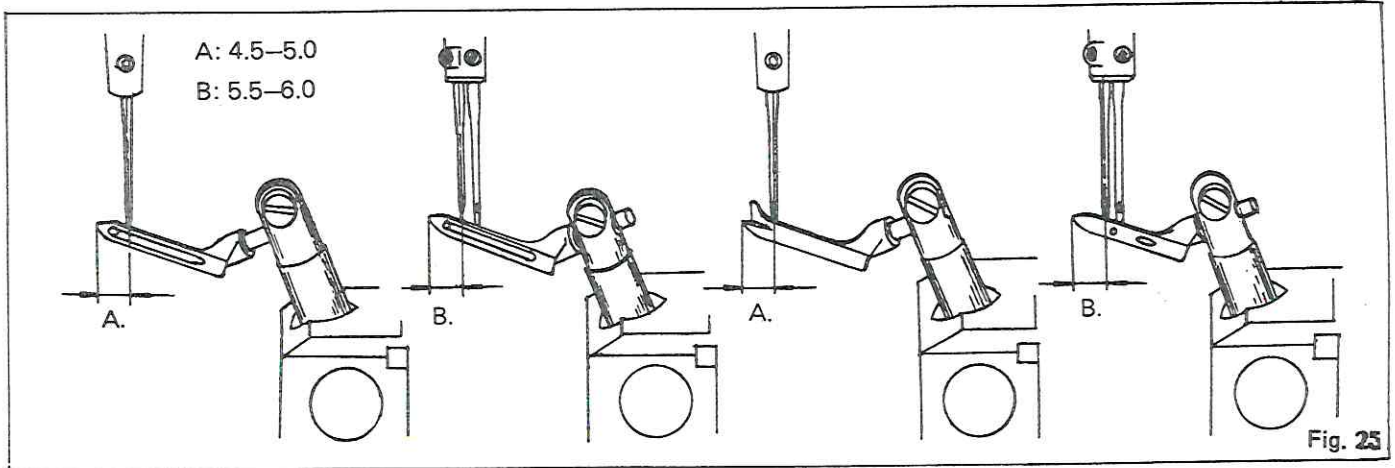

Fig. 25
- Dévisser légèrement la vis ① du levier du mouvement de l'aiguille.
- Tourner le volant et s'assurer si la ou les aiguilles entrent au centre de chaque trou de la plaque-aiguille. Dans la négative, desserrer les vis ② et régler le porte-aiguille.
- Serrer la vis ① .
(2) Upper Looper (Spreader) and Needle Fig. 25
Ancora Superior-Aguja. Fig. 25
Boucleur supérieur et aiguille Fig. 25